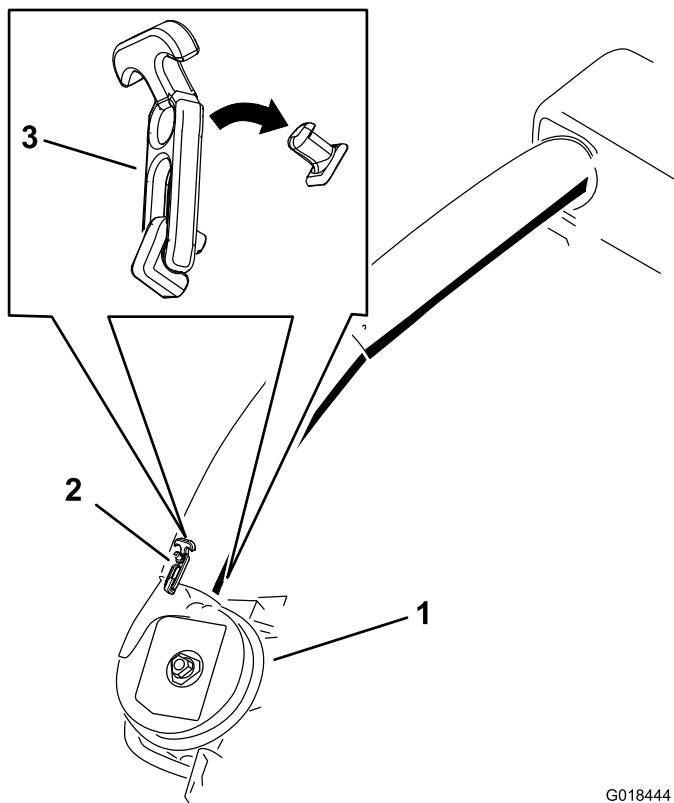

Figure 29
5. Utilisez les deux verrous pour fixer le tube inférieur au ventilateur (Figure 29).
- Utilisez les deux verrous pour fixer le tube inférieur au ventilateur (Figure 29).